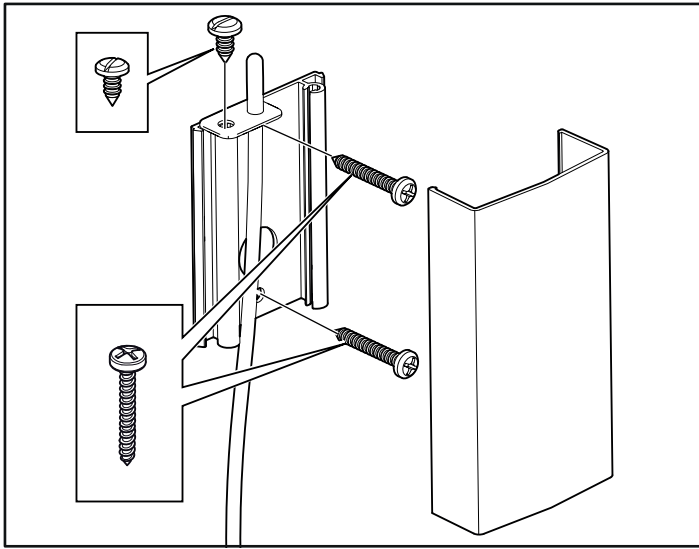
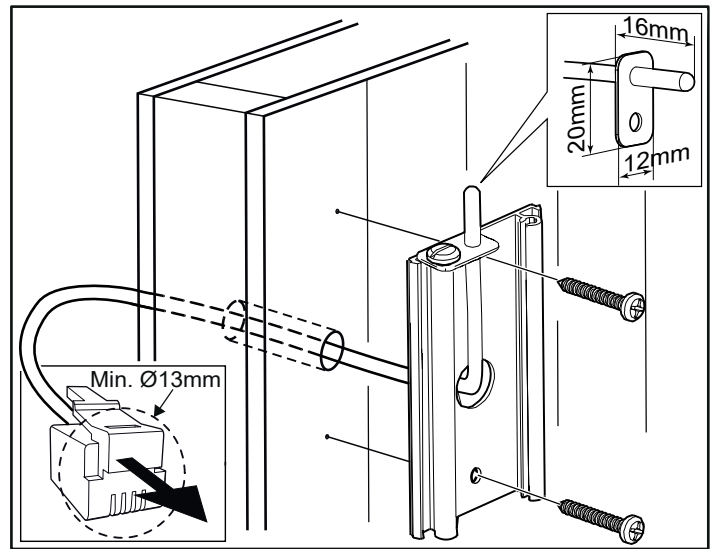

Рисунок 15: Установка датчика
Рисунок 16: Проведение проводки через стену.
- Установите датчик на стене, см. рис. 15. Провод термистора также может быть проведен через стену. Уплотните любые отверстия в стене за датчиком, см. рис. 16, провод термистора может быть расширен за пределы сауны при помощи низковольтного кабеля (2-проводного).